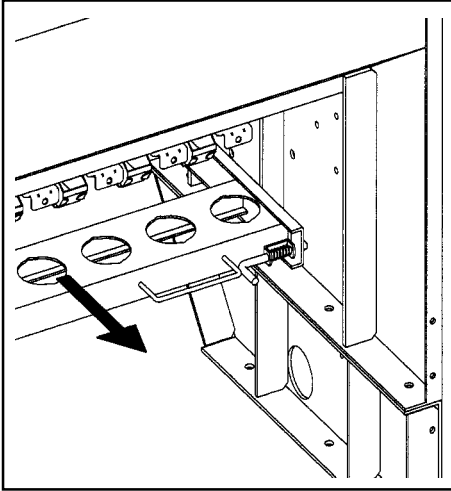

fig. 8
**PREMIER:** faire glisser la barre porte-bouquilles vers l'avant, en lâchant les crochets qui la soutiennent en position de travail, jusqu'à la position pour placer l'auget (fig. 8).